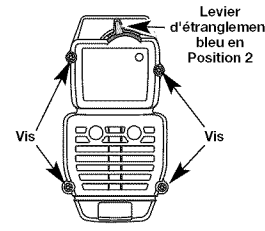

Fig. 20
2. Retirez les quatre (4) vis retenant le couvercle du filtre à air/silencieux (Fig. 20). Servez-vous d'un tournevis à mèche no. 20 Torx.
2. Insérez les quatre vis dans les trous du couvercle (Fig. 20) et vissez. Évitez de trop serrer.